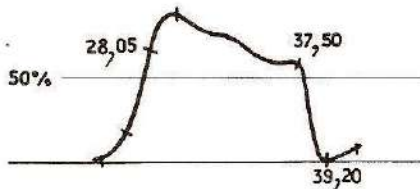

Fig. 26
4. Visser 326 pour positionner le marqueur 28,05 MHz à 70 % du sommet de la courbe (voir fig. 26).